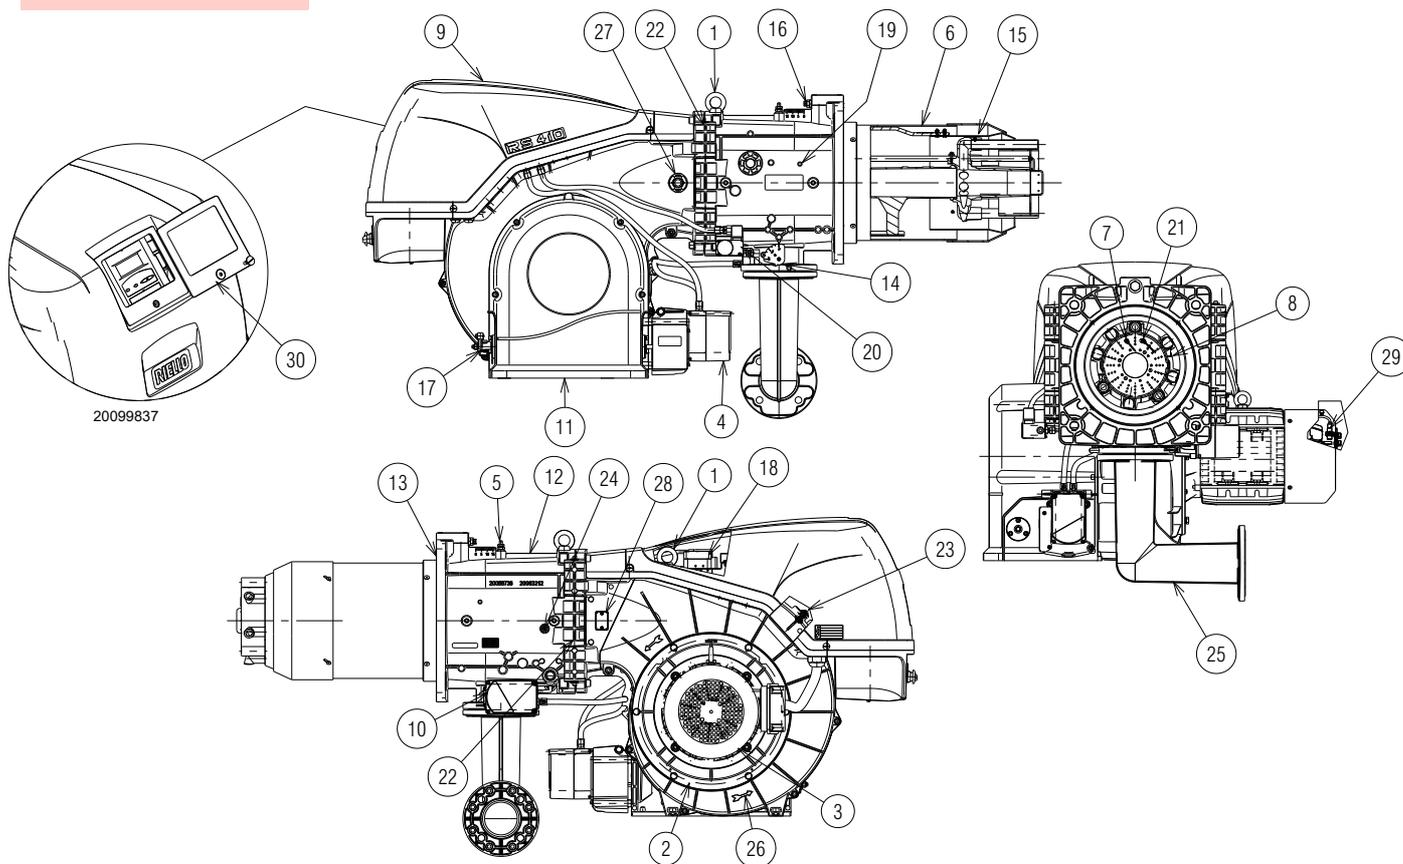

Fig. 5
- (1) Condizioni di riferimento: Temperatura ambiente 20°C - Temperatura gas 15°C - Pressione barometrica 1013 mbar - Altitudine 0 m s.l.m.
(2) Pressione alla presa del pressostato 5)(Fig. 5 a pag. 12) con pressione zero in camera di combustione ed alla potenza massima del bruciatore.
(3) Pressione sonora misurata nel laboratorio combustione del costruttore, con bruciatore funzionante su caldaia di prova, alla potenza massima. La Potenza sonora è misurata col metodo "Free Field", previsto dalla Norma EN 15036, e secondo una accuratezza di misura "Accuracy: Category 3", come descritto dalla Norma EN ISO 3746.